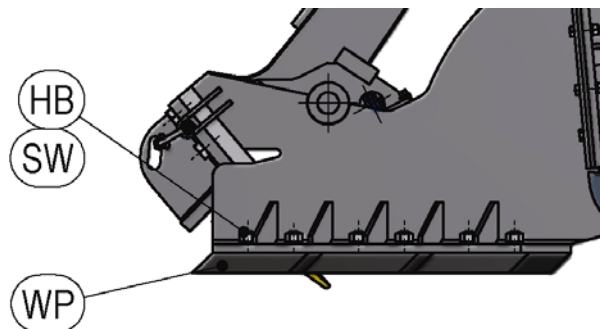

Figure 4 Remplacement du patin latéral
1. Dévissez et retirez les boulons hexagonaux (HB, voir Figure 4) et les bagues ressort (SW).